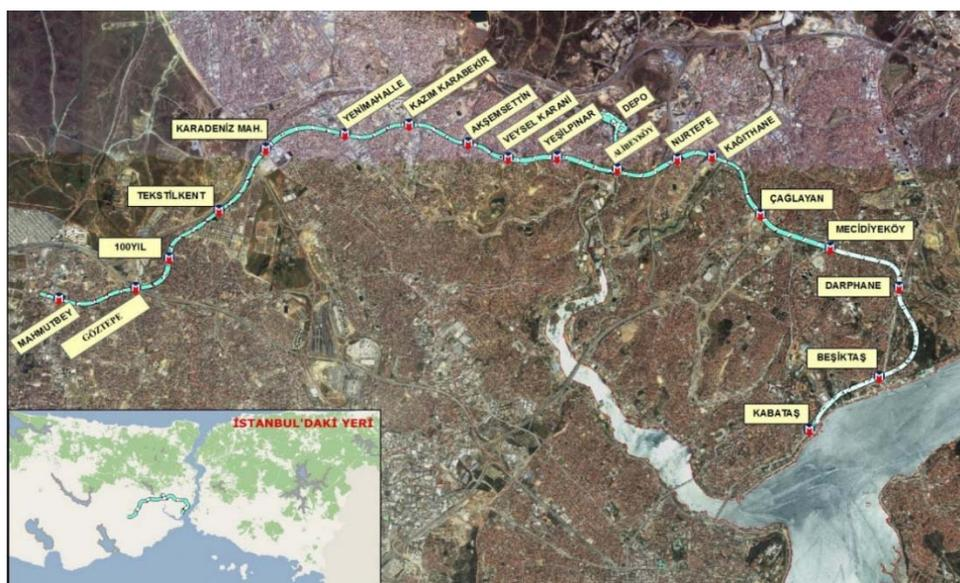

Рисунок 1 – Карта линии метро Кабатас-Месидиека-Махмутби
**2. Пример проекта, выполненного по технологии 5D.** Одним из ярких примеров применения такой технологии стал проект линии метро в Турции «Кабатас-Месидиека-Махмутби». Расположен тоннель метро на европейской стороне Стамбула, будет иметь общую длину 22,5 км и включать в себя 19 станций (Рис. 1), а также подземный склад депо и различные мастерские, что делает его одним из самых амбициозных проектов в области гражданского строительства в Турции. Все проектные работы выполнялись экспертами BIM с использованием программного обеспечения Autodesk Revit и Navisworks. 3D-изображения ниже – это скриншоты станций метро, разработанных инженерами Prota на 3D-платформе. (Рис. 2,3,4).